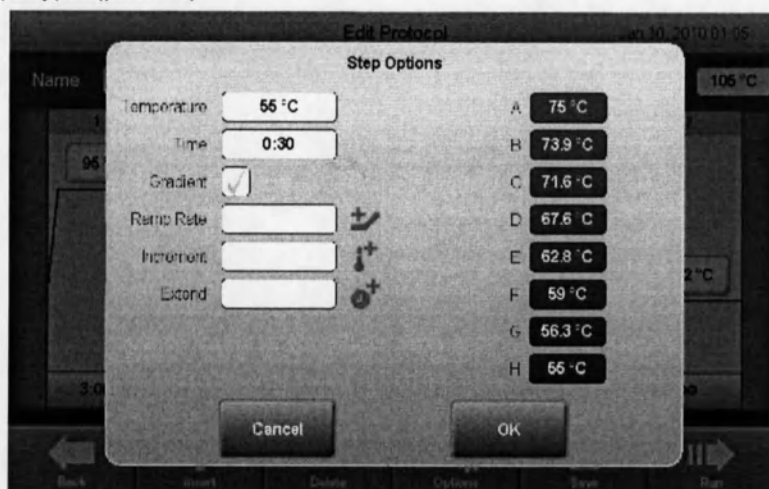

Рисунок 14. В меню Step Options отображается значение перепада температуры.
- В меню **Step Options (Опции этапа)** поставьте флажок в пункте **Gradient**. Флажок появится в пункте перепада температуры и появится диапазон значений перепада температуры (рис. 14).